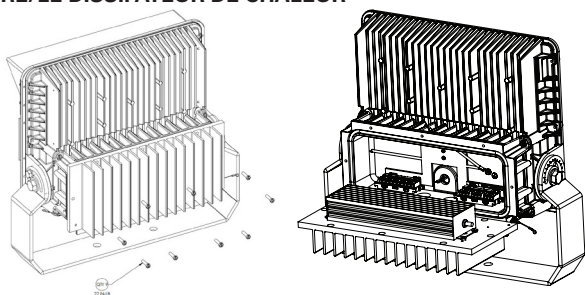

Figure 1
1. Ouvrir le panneau arrière/le dissipateur thermique en desserrant neuf (9) vis en acier inoxydable de 10-24 x 0,75 po à l'aide d'une douille de 1,6 cm (5/16 po) ou d'un tournevis à tête plate (voir la figure 1). Il faut ôter le panneau du dissipateur thermique en soulevant l'un des coins de l'extrémité supérieure afin d'éviter d'endommager le joint d'étanchéité.